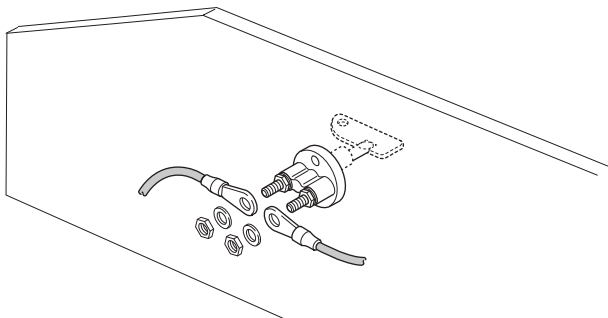
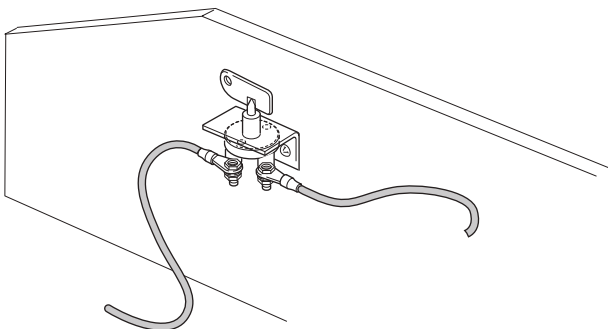

Fig. 43
Fig. 44
- Vælg en passende monteringsmulighed for batteriafbryderen (se monteringsseksemplerne (Fig. 43) (Fig. 44)).